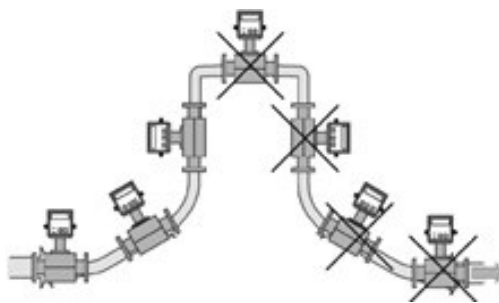
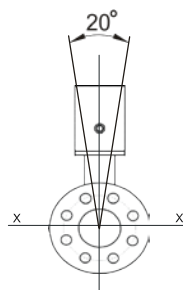

Рис. 3 Варианты установки ППР (расходомера)
Рис. 4 Ориентация ППР относительно осей
2.1.2.1 ППР устанавливается на горизонтальном, вертикальном или наклонном трубопроводе таким образом, чтобы весь объем трубы преобразователя в рабочих условиях был заполнен измеряемой средой (смотри рисунок 3), а линия электродов первичного преобразователя (смотри рисунок 4) максимально приближена к горизонтали с допустимым отклонением  $\pm 100$ .